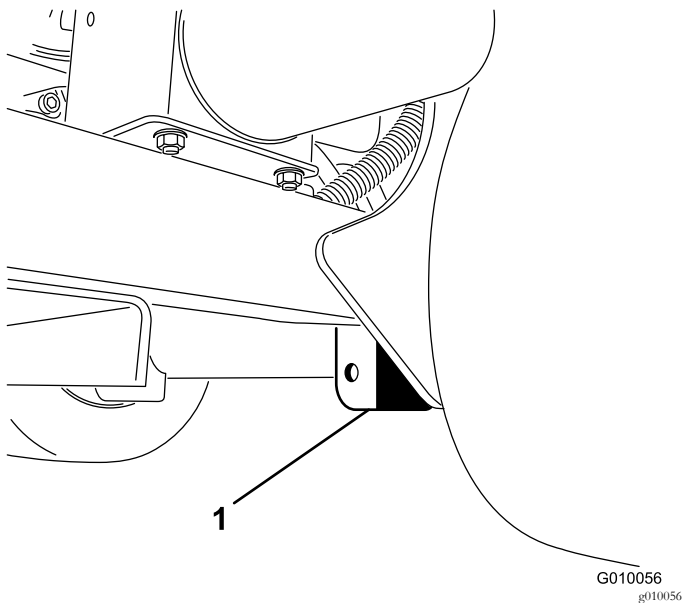

Figure 41
3. Placez le cric correctement sous la plaque du cadre, juste à l'intérieur de la roue arrière (Figure 41).